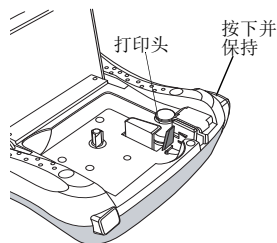

图 6
- 2 按下切刀按钮并保持在该位置，以使切刀刀片露出。请参考图 6。
- 4 使用工具带垫侧轻轻擦拭打印头。请参考图 6。